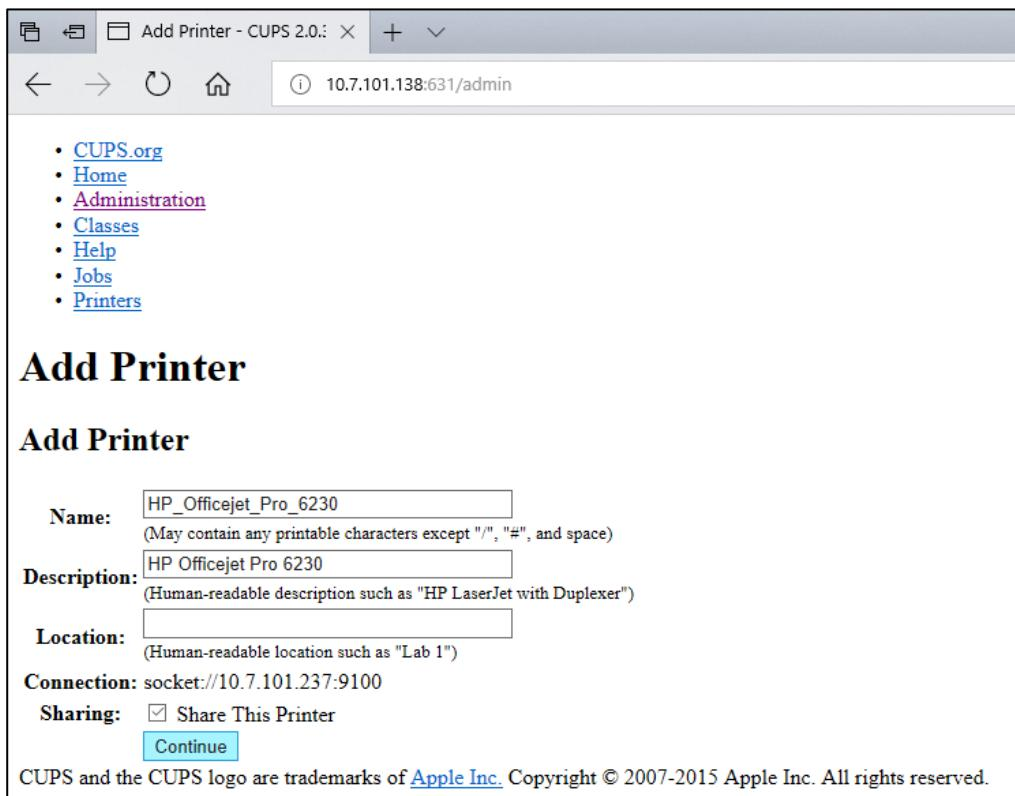

Рис. 101. Экран Add printer (Добавить принтер).
5. Выберите опцию **Share this printer** (Использовать этот принтер совместно) и нажмите **Continue** (Продолжить) (рис. 101).